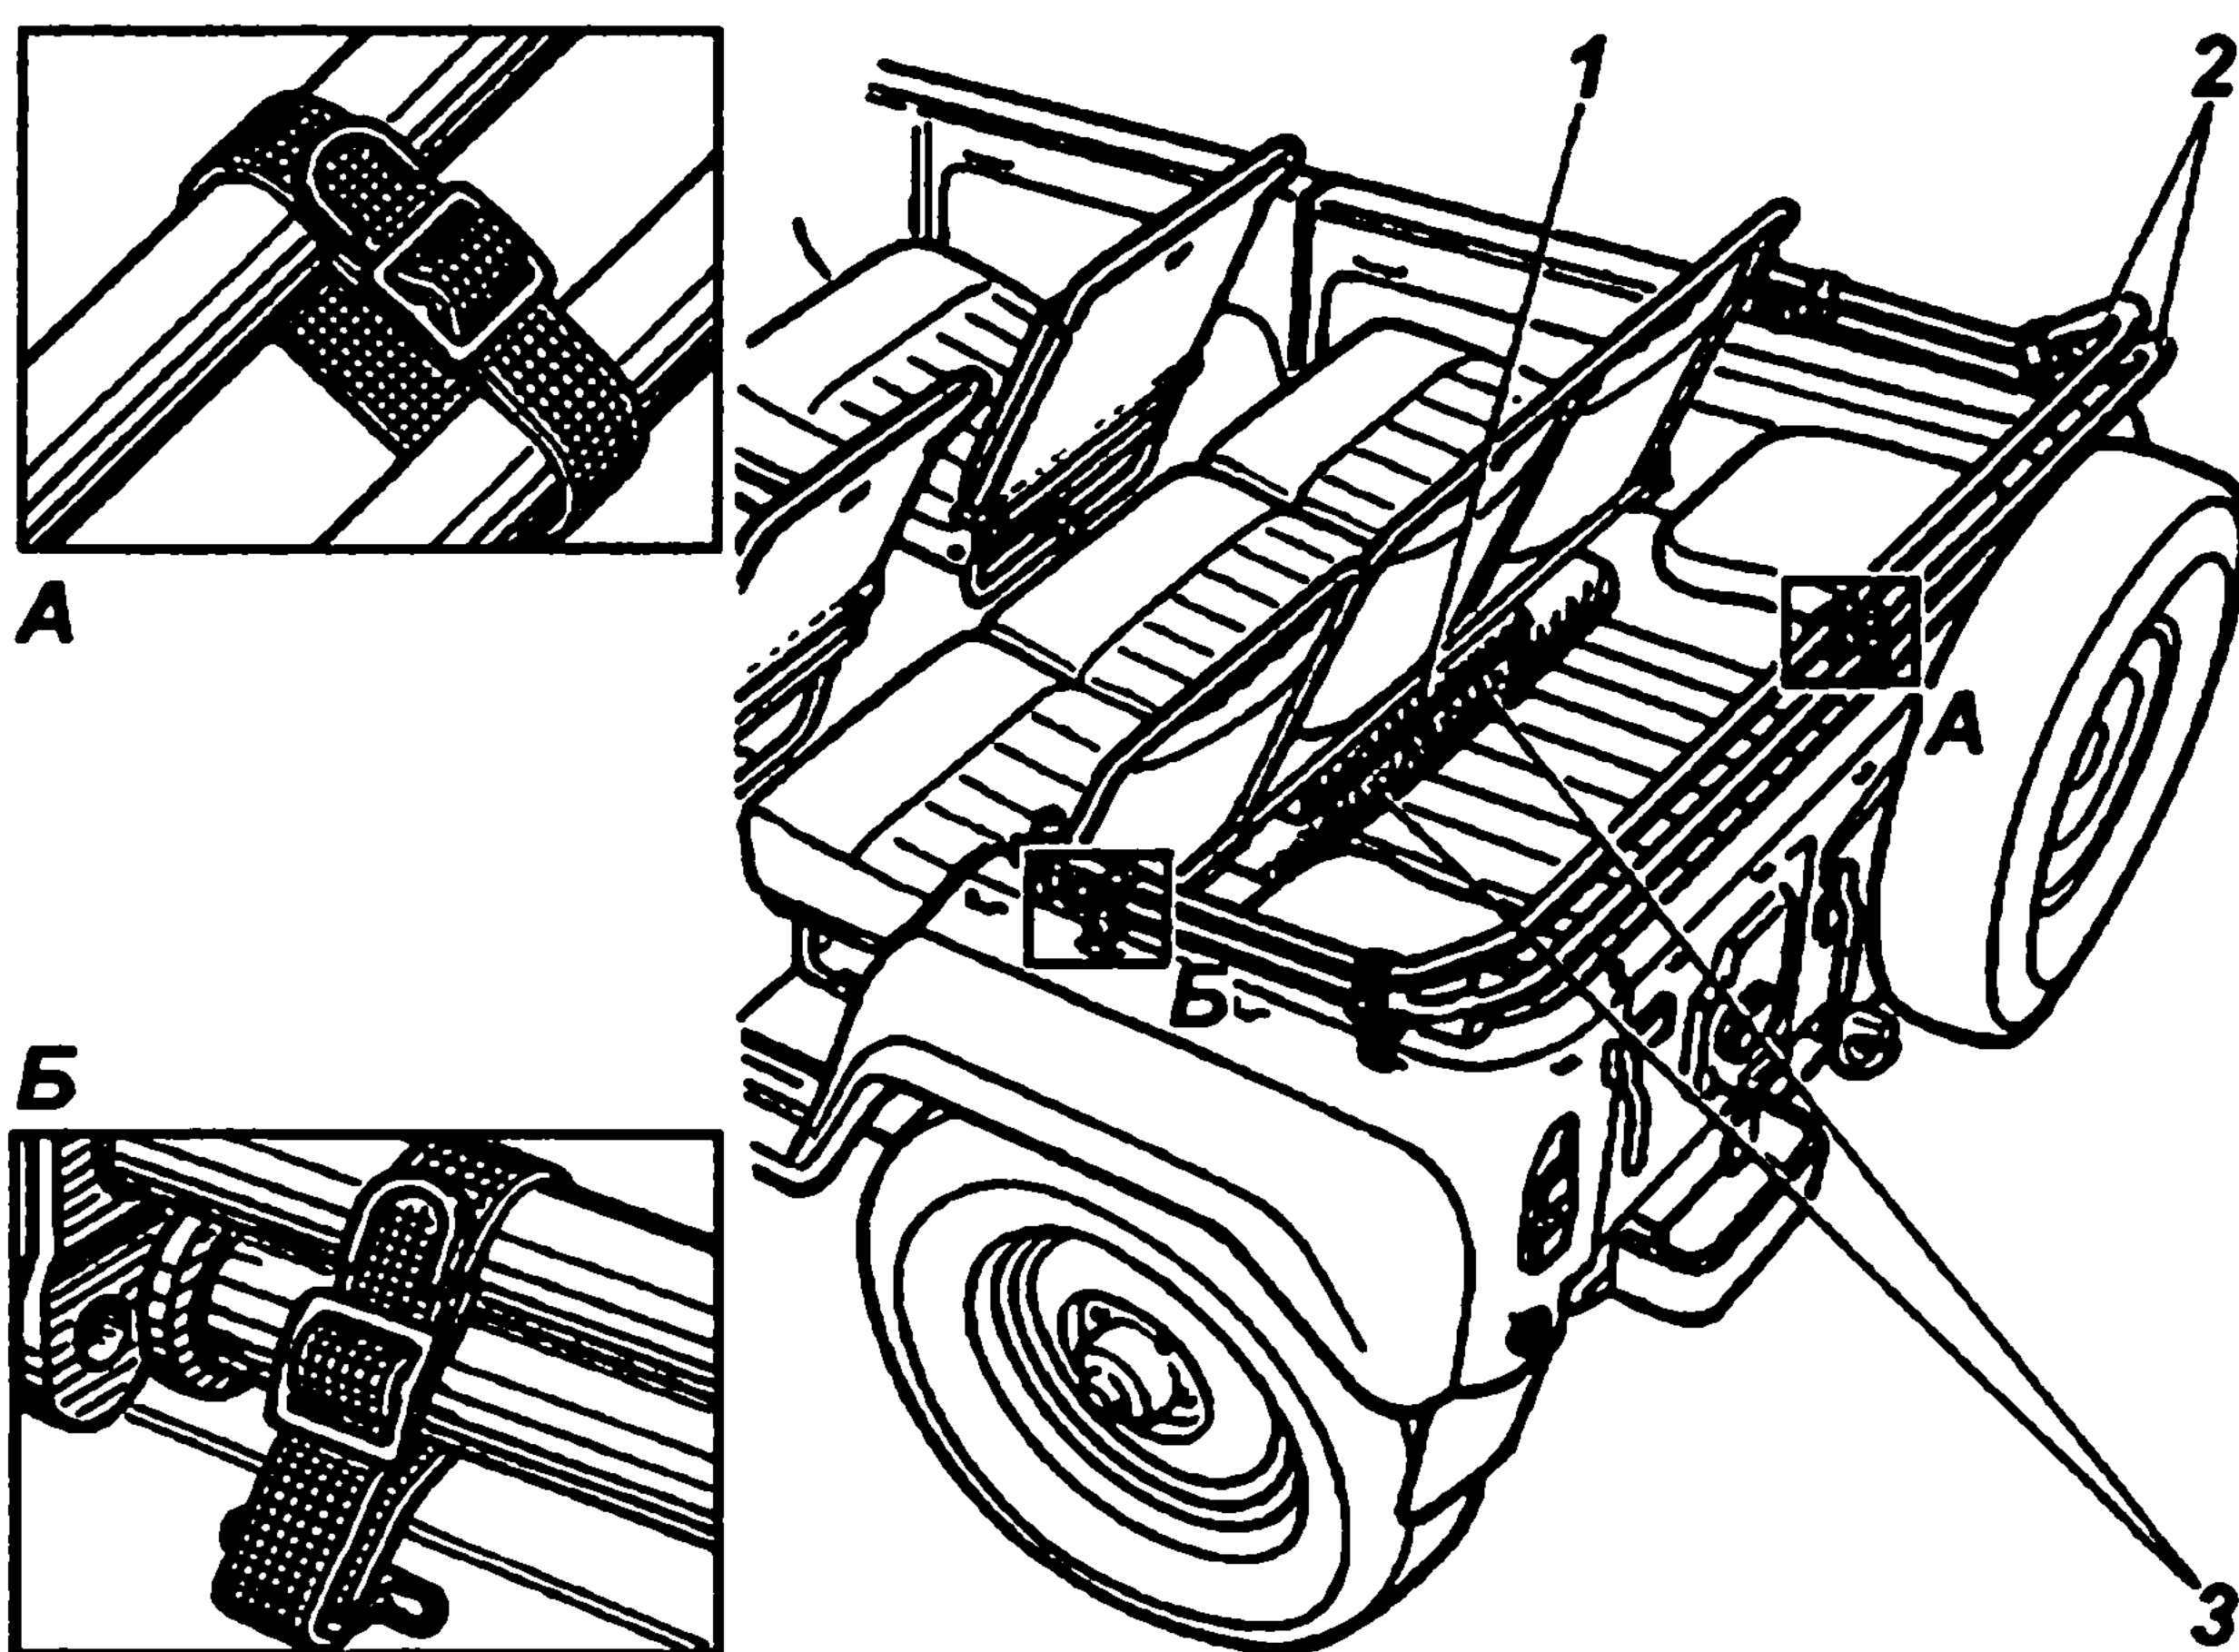

Рис. 140.
5. Уложить пакет тента (рис. 140) под трехместное сиденье или, при сложенном положении сиденья, между спинками передних сидений.